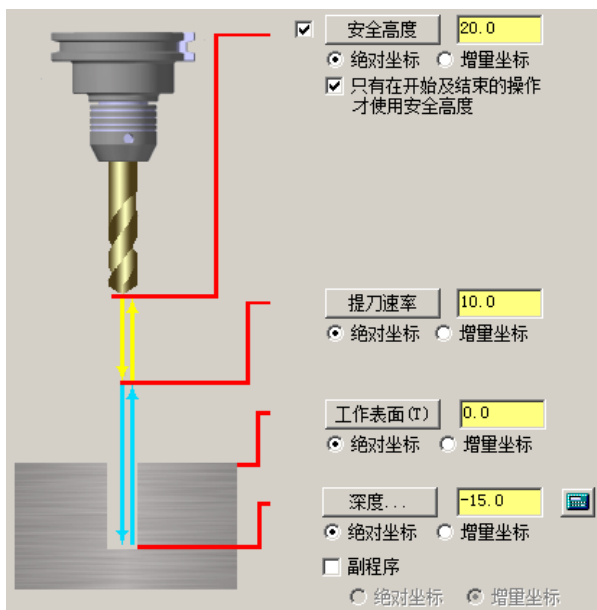

图 9.6.6 “共同参数”设置界面
Step2. 设置共同参数。在“2D 刀具路径 – 钻孔/全圆铣削 深孔钻-无啄孔”对话框左侧的节点列表中，单击**共同参数**节点，设置图 9.6.6 所示的参数。